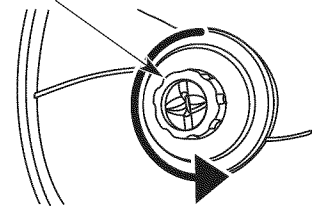

Fig. 14
1. Gire la perilla percusiva en el sentido antihorario hasta que toda la línea pase al cabezal de corte (Fig. 14).
4. Sujete la bobina y dele vuelta a la perilla en sentido contrario a las agujas del reloj para enrollar la línea alrededor de la bobina, hasta que sobresalgan unas 5 pulg. (12.7 cm) a cada lado del cabezal de corte. (Fig. 14)